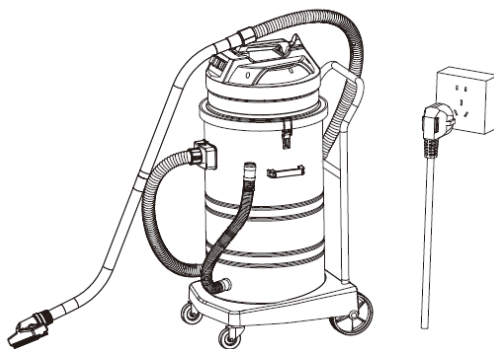

Rysunek 3
3. Włóż koniec węża z krótkim złączem do złącza kwadratowego i włóż przetącnik złącza kwadratowego do rowka krótkiego złącza. Drugi koniec węża należy podłączyć za pomocą różnych przyłączy, zależnie od rodzaju prac czyszczących, np. do zespołu dyszy do podłóg suchych lub zespołu dyszy do podłóg mokrych (Rysunek 3).